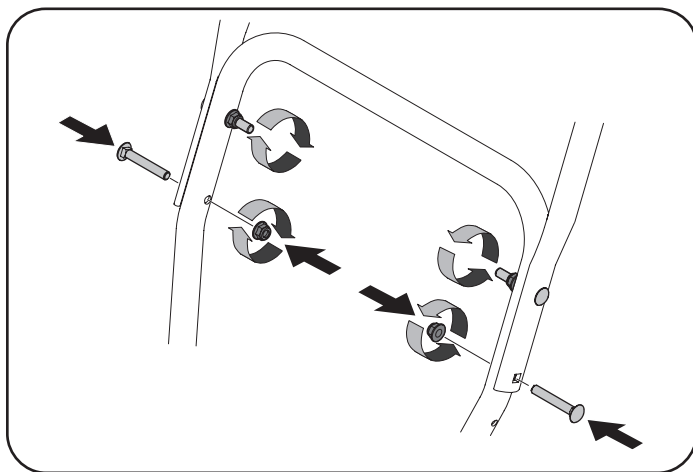
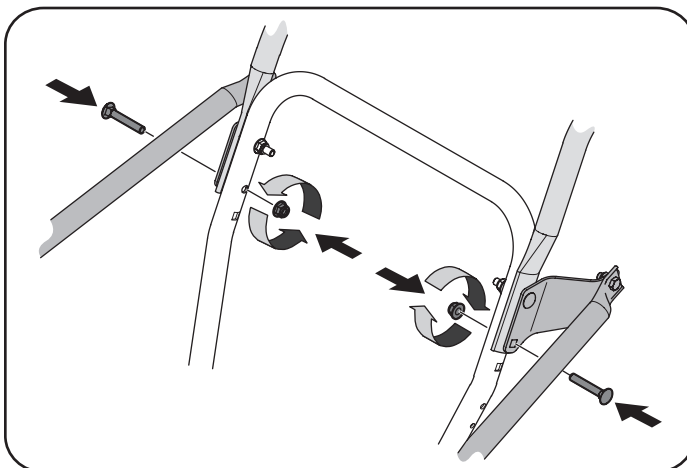

Figura 6
Figura 7
- Sujete los dos tornillos de carro y las tuercas que se extrajeron en el Paso 2. Termine de sujetar la barra de control, para lo que debe ajustar las dos tuercas superiores que se aflojaron en el Paso 2. Para unidades con soportes laterales, consulte la Figura 6 o la Figura 7.